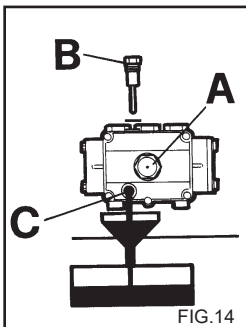

FIG. 14
**2)** Svitare il tappo con l'asta di controllo livello (fig. 14).